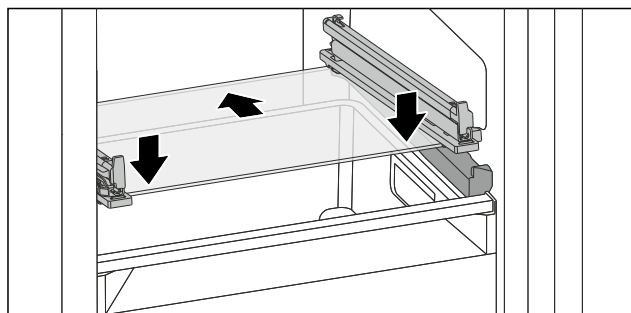

Fig. 200 Steklana plošča nagibnega predala
- Steklo ploščo postavite v poševnem položaju za zaustavljalniki. (glejte Fig. 200)